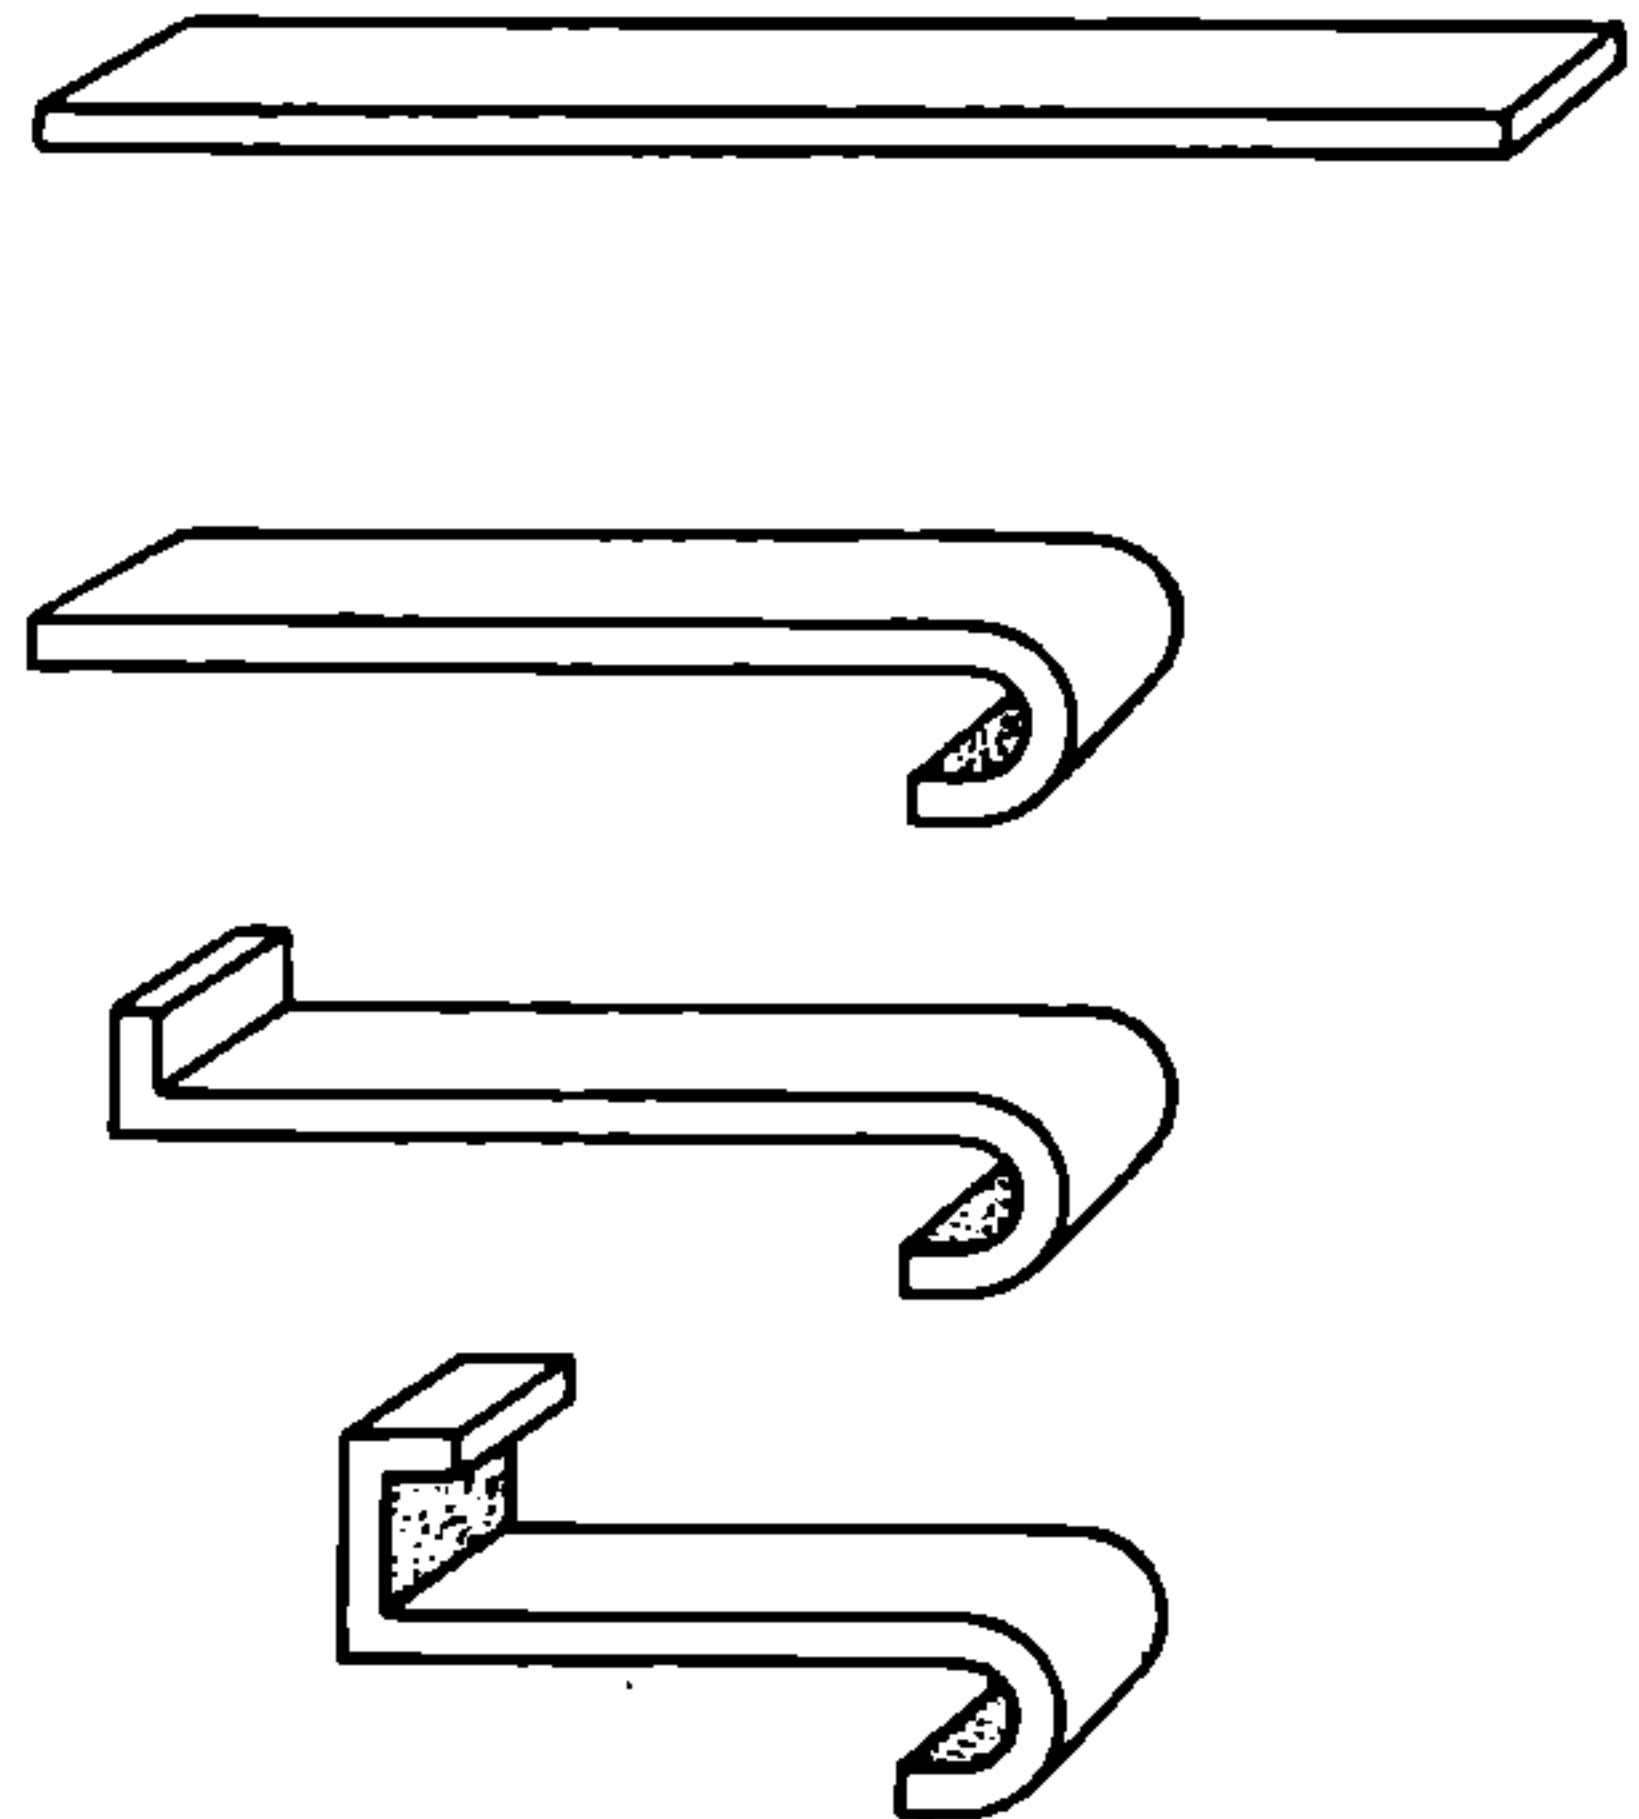

Bild 29
19. Beschreibe eine Arbeit, die du als Serienfertigung organisieren könntest, ähnlich dem Beispiel in Bild 29!